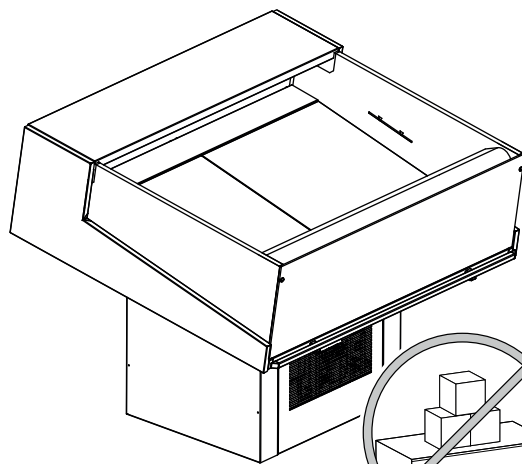

Fig. 13
- La partie supérieure du meuble ne doit pas être chargée ("Fig. 13").